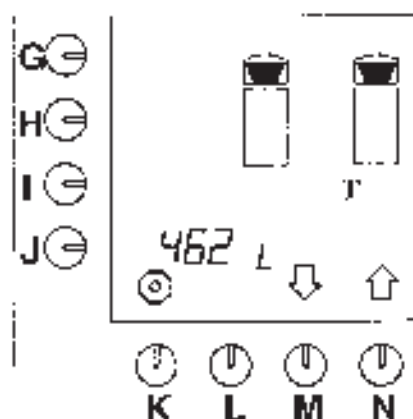

Рис. 38 Общий счетчик системы приготовления кофе
- Нажмите кнопку  $N \uparrow$  до появления на дисплее рис.38.